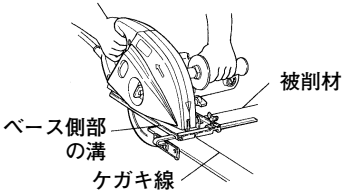

図 9
3. ベース側部の溝は最大切込み時でのチップソーの刃先位置を示します。被削材を途中まで切断するときなどに便利です。(図9)